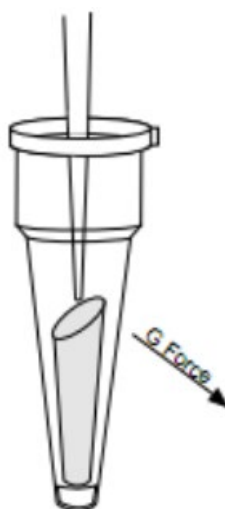

Рисунок 4 – Пример правильного нанесения образца на гель.
3.1 Поднесите колонку к свету. Нанесите 20 мкл реакционной смеси на центр слоя геля в верхней части колонки, не нарушая поверхности геля (см. рис. 4). Не контактируйте со сторонами колонки наконечником с реакционной смесью, так как это может снизить эффективность очистки и испортить анализ из-за избытка не удаленных красителей.
3.2 Поместите колонку в ПРОБИРКУ ДЛЯ СБОРА ОБРАЗЦОВ объемом 1,5 мл и поместите обе колонки в ротор (вторая колонка используется для уравнивания). Соблюдайте правильную ориентацию столбцов. Самая высокая точка гелевой среды в колонке всегда должна быть направлена наружу от ротора (см. рис. 4). Вращайте колонку и пробирку для сбора при $750 \times g$ в течение 2 минут. Очищенный образец будет собираться в нижней части пробирки для сбора проб. Удалите спин-колонку и продолжите процедуру пробоподготовки.